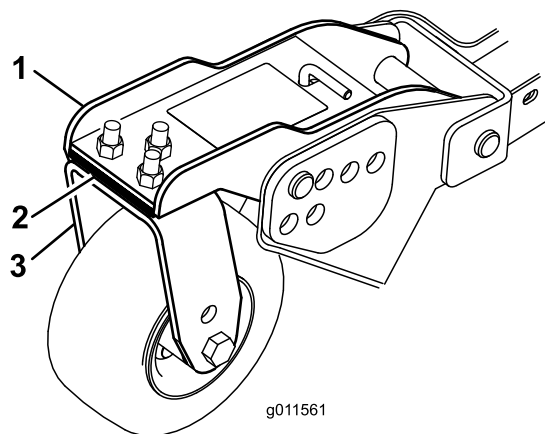

Рисунок 27
3. Отрегулируйте количество 3-миллиметровых регулировочных прокладок на рычаге (рычагах) передних поворотных колес так, чтобы высота скашивания соответствовала указанному на наклейке значению (Рисунок 27).
газонокосилки, снимите одну регулировочную прокладку толщиной 3 мм с нижней части рычага переднего внутреннего поворотного колеса на боковой деке газонокосилки (Рисунок 27).